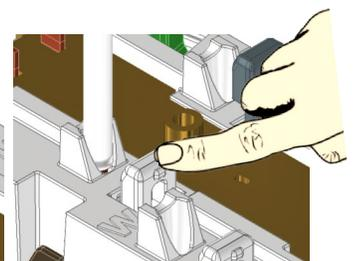

Fig. 8
- Déplacer le poussoir en position basse pour terminer la connexion. Consulter la Fig. 8.